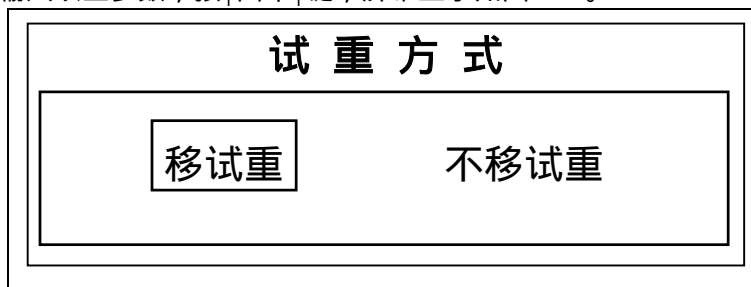
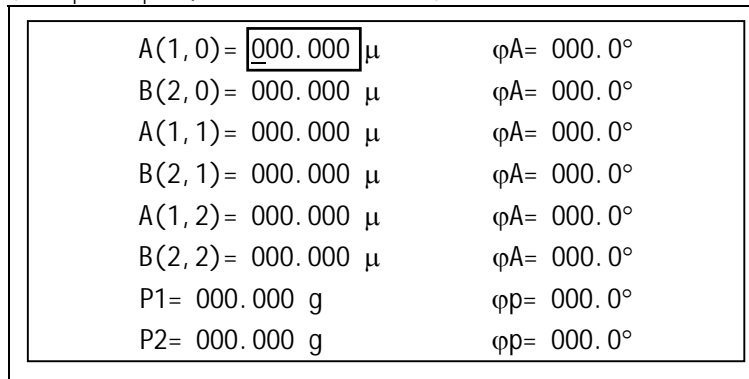

图4-40
图4-42
(2) 输入以上参数，按|回车|键，屏幕显示如图4-40。
(1) 进入动平衡菜单（图4-6），将<单面>切换成<双面>、<测量>切换成<计算>。按|回车|键，屏幕显示如图4-42。
(2) 在图4-42中输入相应参数，输入方法与图4-11相同。按|回车|键，屏幕显示试重方式菜单（图4-40）。